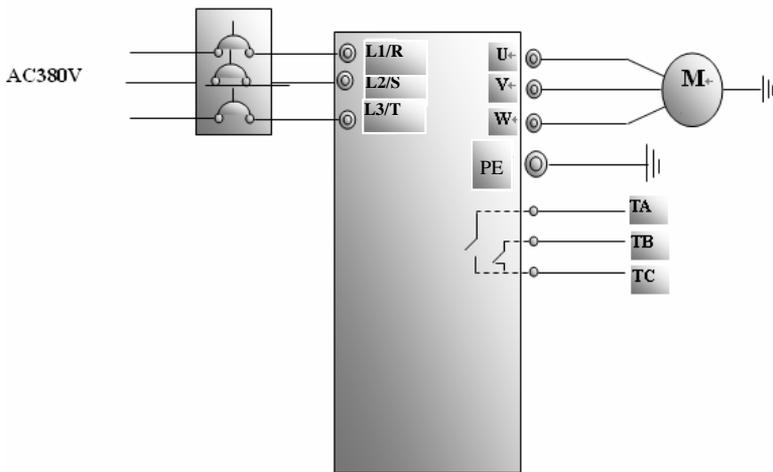

图 4-1 接线图 1
(1) 按图 4-1 配线，检查接线正确后，合上空气开关，变频器上电；
(2) 按方式键，进入编程菜单；
(3) 设置变频器的功能参数：
①进入 F132 参数，设置为 1，选择控制面板点动；
②进入 F200 参数，设置为 0，选择控制面板运行命令控制方式；
③进入 F124 参数，设置点动运行频率为 5.00Hz；
④进入 F125 参数，设置点动加速时间为 30s；
⑤进入 F126 参数，设置点动减速时间为 30s；
⑥进入 F202 参数，设置为 0，选择正转锁定。
(4) 一直按住运行键，电机加速到点动设定频率，并保持点动运行状态；
(5) 松开运行键，电机减速，直到停止点动运行；